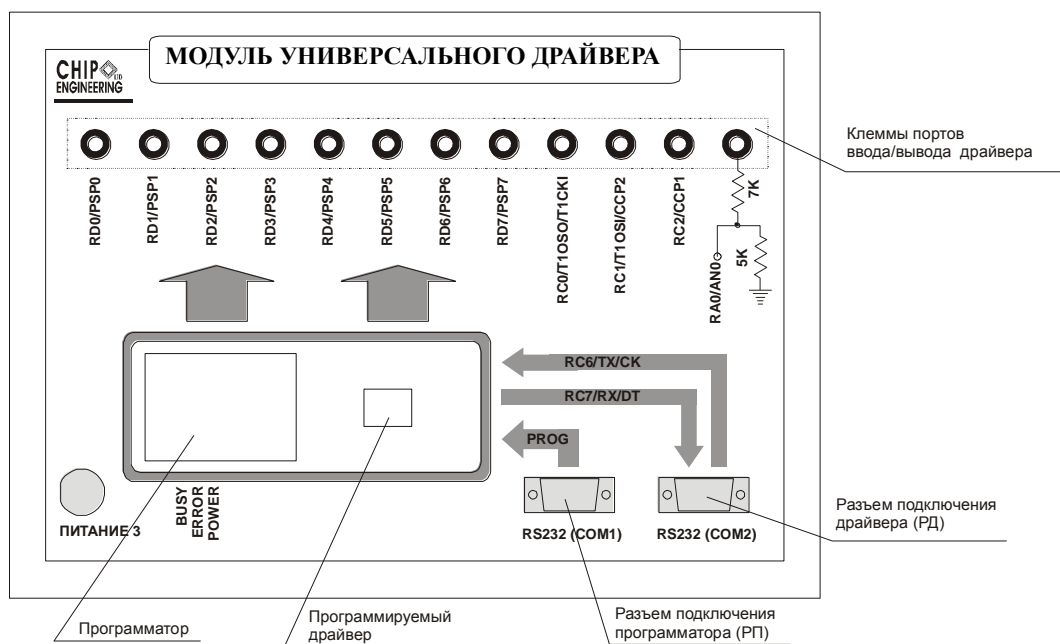

Рисунок 4.2 – Модуль универсального драйвера
- модуля универсального драйвера (МД) (рисунок 4.2);